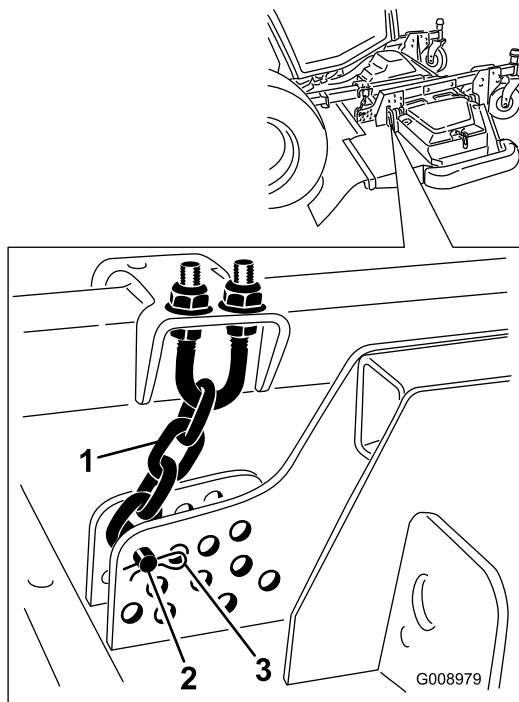

Bild 88
3. Entfernen Sie den Splint und den Lastösenbolzen, mit denen die Schnitthöhenkette an der Rückseite des Mähwerks befestigt ist (Bild 88).